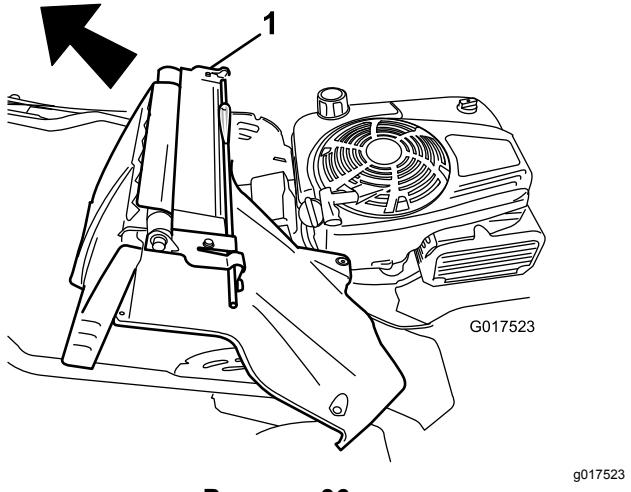

Рисунок 36
- Снимите заднюю дверцу и рычаг фиксации рукоятки в сборе (Рисунок 36).